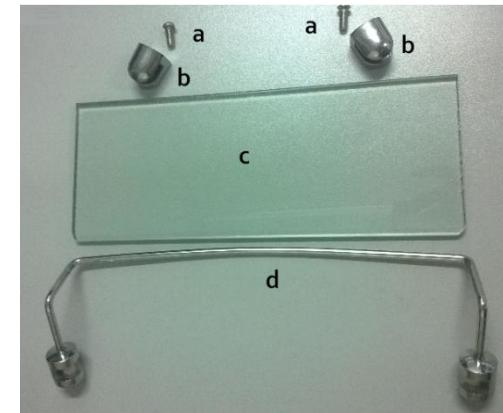

Рис.5
- Установите стеклянные полки /4/. С помощью винтов с шайбами и прокладками /a/, входящими в комплект полок, прикрепите держатели полки /b/ к задней стенке /1/ душевой кабины (рис.5).